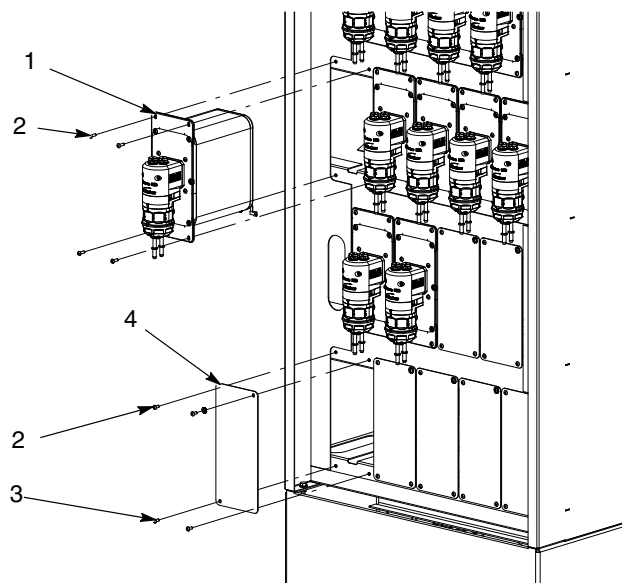

Рис. 7 Монтаж/замена модуля насоса
1. См. рис. 7. Сначала отсоединить все шланги и кабели с задней стороны модуля.
2. Вывернув винты с шестигранным шлицем (1), вытянуть модуль насоса (2) из шкафа насосов (3).
1. См. рис. 7. Снять крышку-заглушку (4), вывернув четыре винта с полукруглой головкой и шестигранным шлицем (2) и тарельчатой стопорной шайбой (3) под правым верхним винтом. Отложить винты и использовать для последующего монтажа дополнительного модуля насоса.
2. Вставить дополнительный модуль насоса (1) на место крышки-заглушки. Надежно закрепить модуль насоса ранее вывернутыми винтами с шестигранным шлицем.